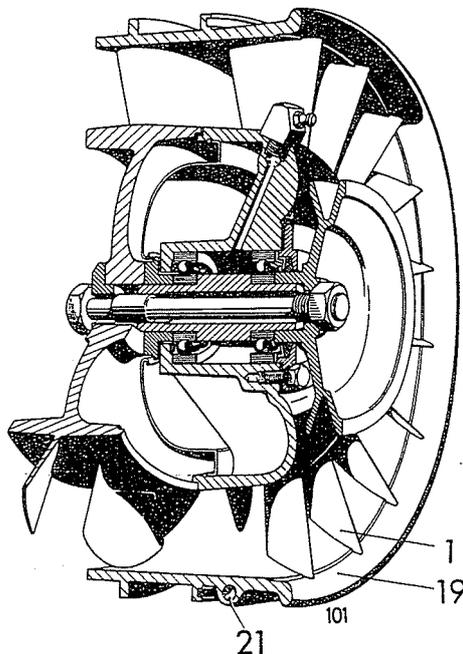

Bild 101 Kühlluftgebläse (dreiteilig) F/A 3L 514
2. Dreiteilige Gebläse (neuere Ausführung). Die neueren Gebläse zeigt Bild 101.